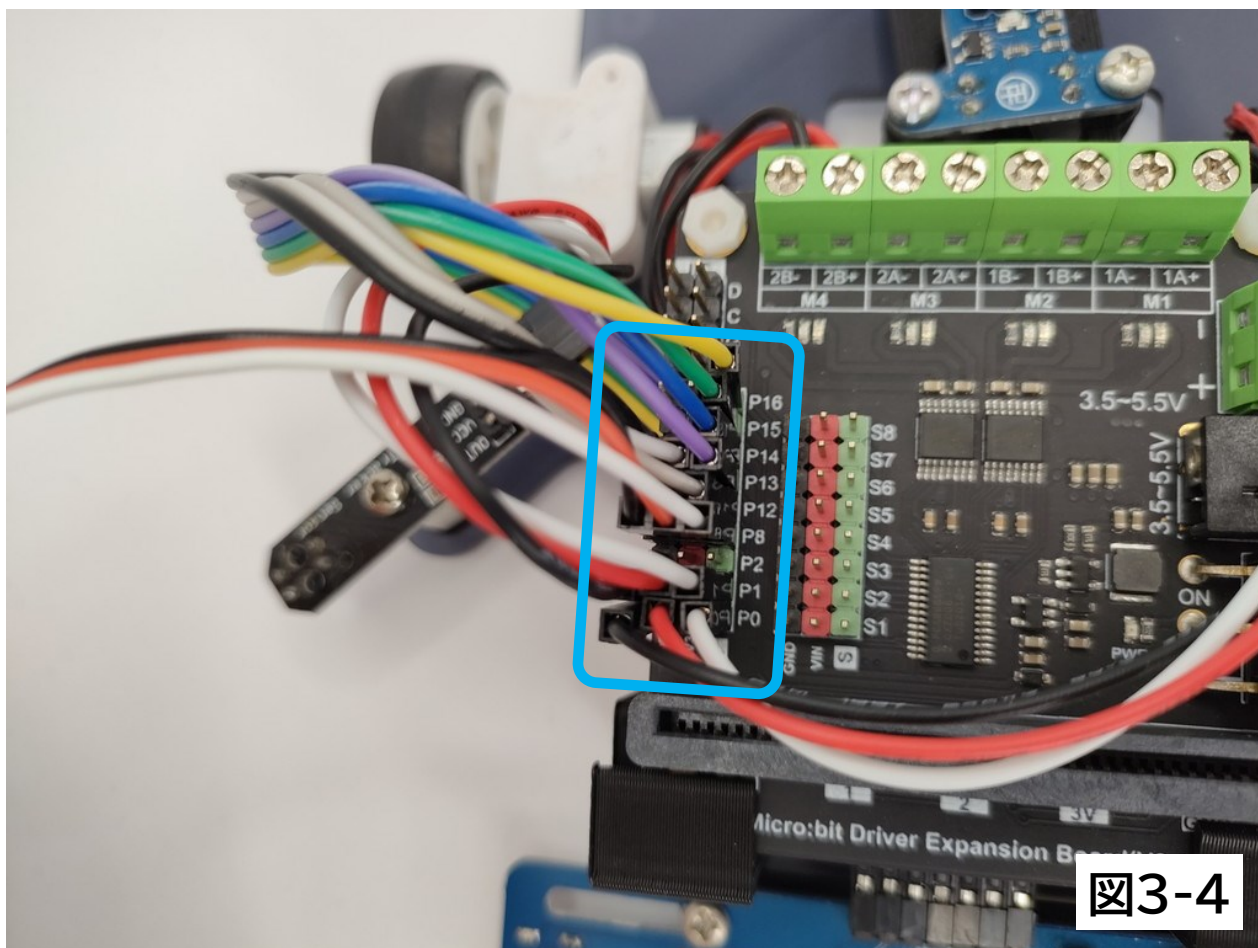
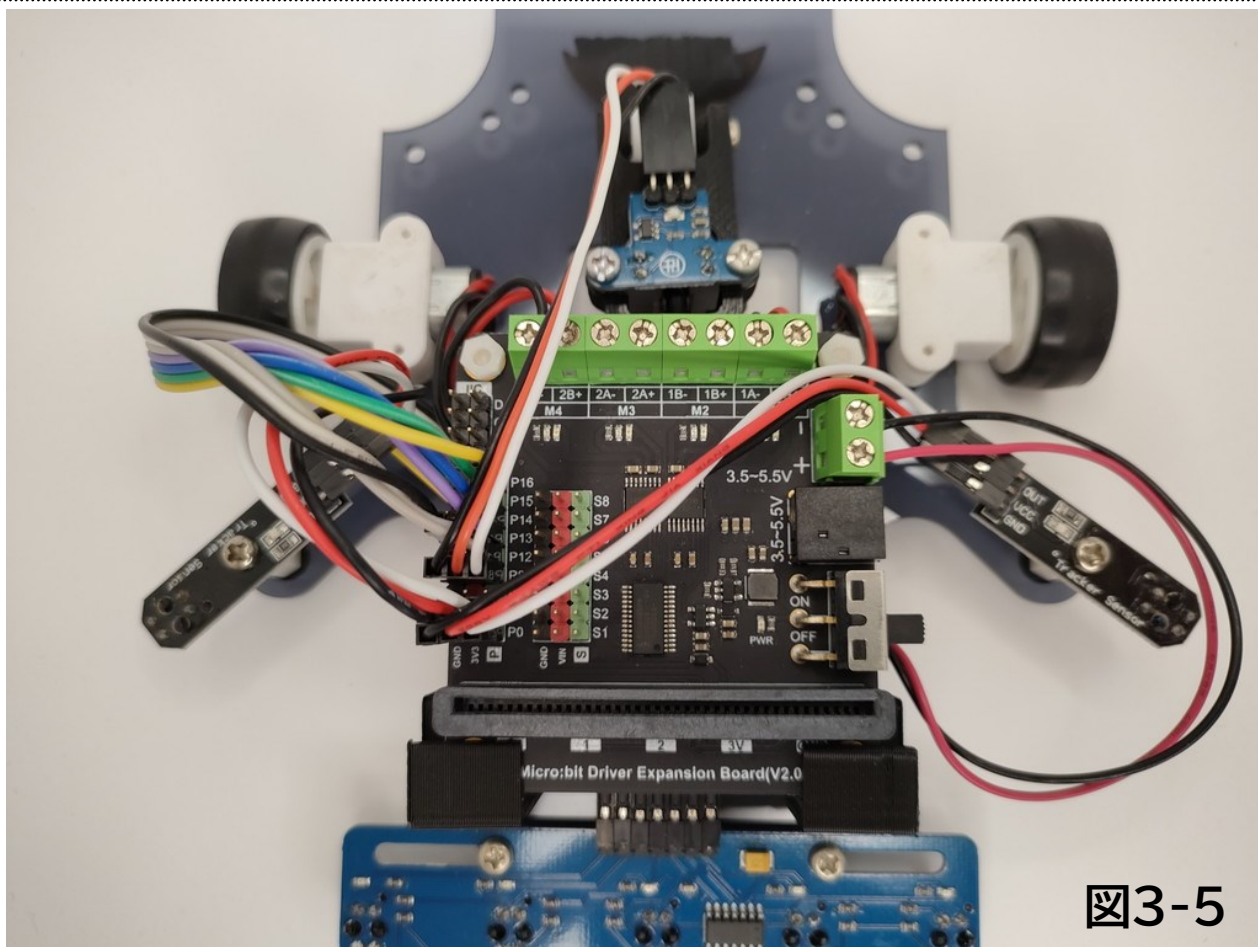

図3-4
図3-5
3. 「結線図」の表記を参考に図3-4の青い枠で囲った箇所に「各センサ」「ロータリーエンコーダ」を「ジャンプワイヤー」で接続します。すべて接続すると図3-5のようになります。